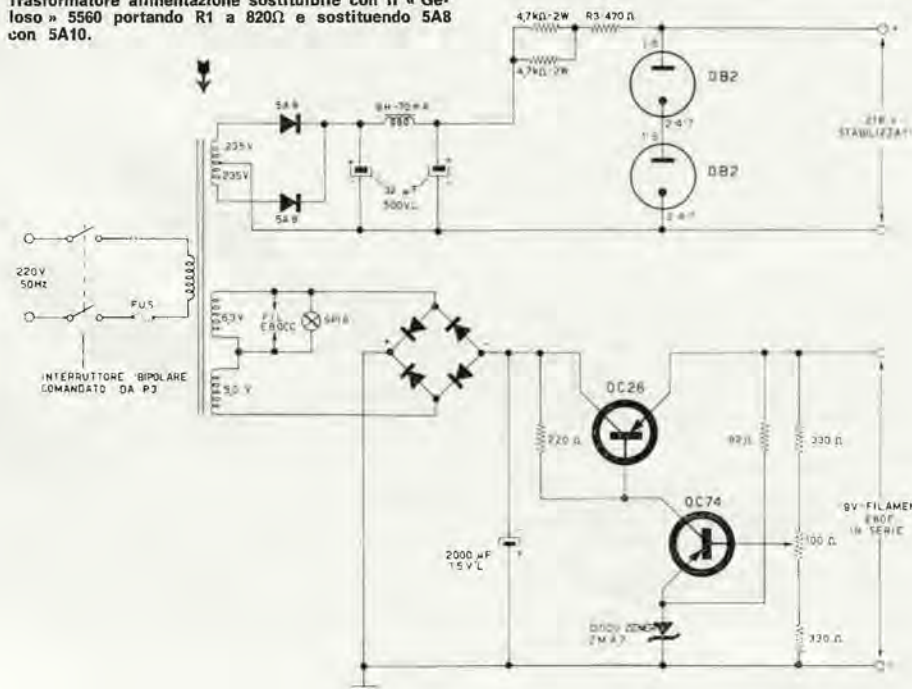
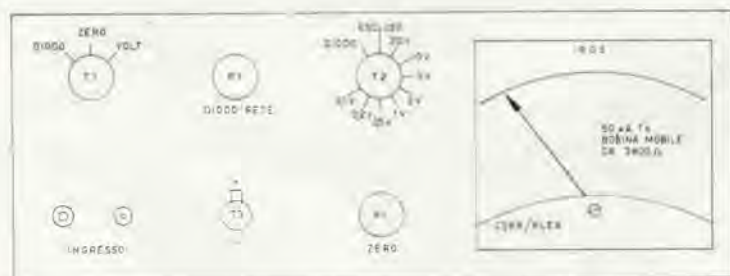

Fig. 3 - Alimentatore stabilizzato per la tensione anodica e dei filamenti del misuratore di R.O.S./elettrometro
Fig. 5
Volendo utilizzare un trasformatore di facile reperibilità si può impiegare il « Geloso » n. 5560 avente il primario universale e i seguenti secondari: 250 + 250V 65 mA, 5,0 V - 2A e 6,3 V - 1,6 A. Il leggero aumento della tensione a frequenza rete che alimenta i diodi 5A8 (15V) determina le seguenti modifiche: sostituzione dei diodi 5A8 con i diodi 5A10 aventi 1000 V di tensione inversa (*) e aumento di R3 da 470 Ω a 820 Ω , portandone la dissipazione a 2 W (fig. 3).
Sul pannello frontale (fig. 5) oltre al microamperometro sono stati disposti i commutatori T1 e T2 (fig. 2), il deviatore per l'inversione di polarità del microamperometro (T3 fig. 2), il potenziometro di azzeramento fine P1, il potenziometro regolatore di contoreazione P3 che comanda anche l'interruttore rete (fig. 2) e la presa coassiale da pannello (ingresso). Sul pannello posteriore sono stati sistemati il fusibile di protezione, il potenziometro di taratura per la tensione dei filamenti (P6 fig. 3), il potenziometro di taratura per le scale voltmetriche 0,1V f.s. e 0,2-20V f.s. (rispettivamente P4 e P5 - fig. 2), il potenziometro
2) Dopo 20 minuti dall'accensione ruotare P6 fino ad avere una tensione di uscita di 9V (per i filamenti delle E80F collegati in serie - fig. 3).